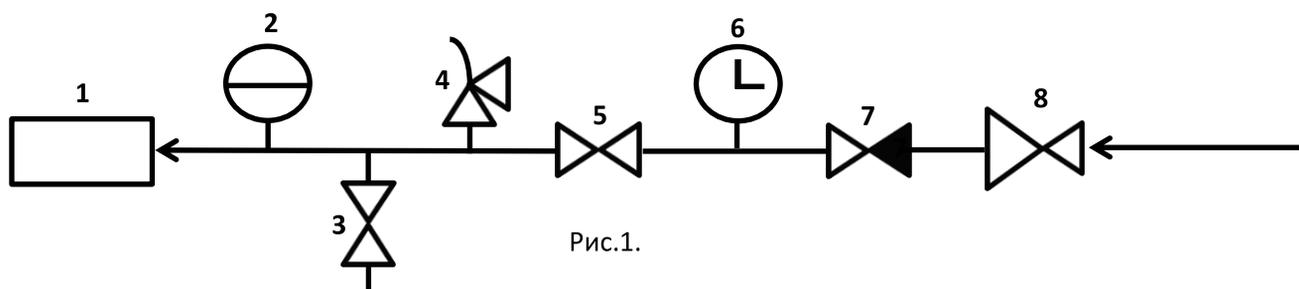

Рис.1.
5.2 Обвязка подключения к системе водоснабжения осуществляется согласно действующим нормам (см. рис.1)